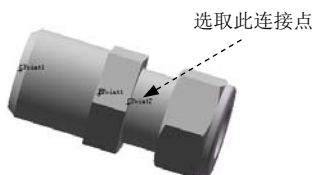

图 11.6.18 定义连接点
Step2. 定义连接点。选取图 11.6.18 所示的“CPoint2”并右击，在弹出的快捷菜单中选择 **开始步路** 命令，系统弹出“线路属性”对话框；在 **管筒(T)** 区域中单击“浏览”按钮…，选择 routing\tubing\tubes\tube-ss.sldprt 文件；在 **基本配置(C):** 下拉列表中选择 **Tube .500in OD X .010in Wall** 选项，选中 ☒ **使用软管(U)** 复选框；其他线路属性配置采用默认设置值，单击对话框中的 按钮，完成线路属性的定义。